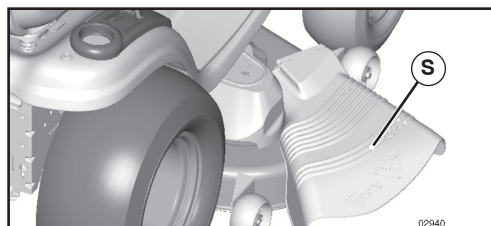

FIG. 8
POUR UTILISER LA TONDEUSE (Voir la Fig. 8)
- Pour tondre une grande surface, on vous conseille de commencer par tourner à droite, de façon à ce que l'herbe ne soit pas déversée sur les arbustes, les clôtures, les allées, etc. Après un ou deux tours, tondez en sens inverse en tournant à gauche jusqu'à ce que le travail soit achevé (Voir la Fig. 8).